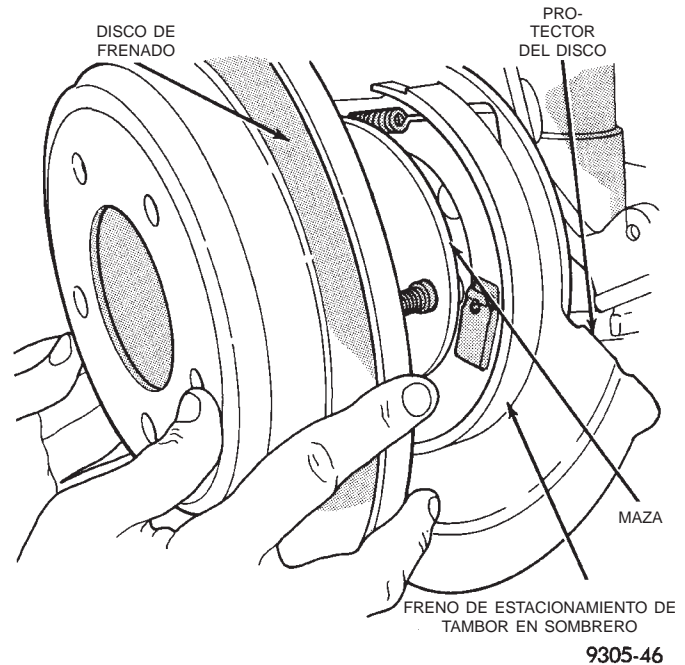

Fig. 73 Instalación del rotor trasero
(1) Retraiga completamente el pistón del calibrador para emplazarlo nuevamente en el hueco del pistón del conjunto de calibrador.
(2) Lubrique los dos topes del adaptador con una cantidad generosa de Mopar® Lubricante multipropósito o equivalente.
(3) Si lo hubiera retirado, instale el rotor trasero en la maza, asegurándose de que asiente a escuadra en la superficie de la maza (Fig. 73).